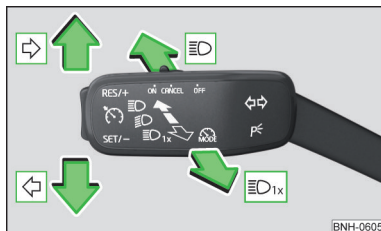

Fig. 54
Pozițiile manetei de operare » fig. 54
- Apăsați maneta până la capăt în poziția \rightarrow sau \leftarrow » fig. 54 la pagina 63.